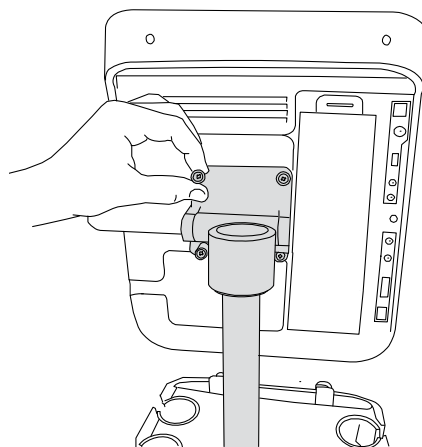

Figura 3 Aperte os parafusos na placa de montagem
- 3 Aperte o parafuso de cada um dos quatro cantos do sistema até ele ficar firme. Se necessário, use uma chave Phillips. Consulte Figura 3.
- 1 Apóie o sistema de ultra-som, depois afrouxe o parafuso de cada um dos quatro cantos da placa de montagem. Se necessário, use uma chave Phillips. Consulte Figura 3.